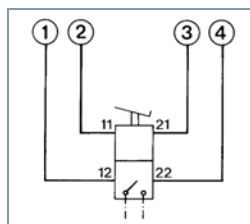

Fig. 6 Raccords au banc d'essai
- Raccorder l'appareil aux raccords du banc d'essai (voir fig. 6).